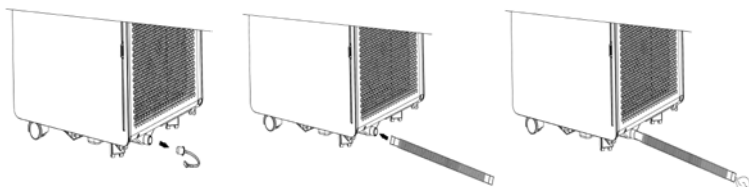

Fig. 6
3. Como se muestra en la Fig. 6, conecte bien la manguera de drenaje (solo